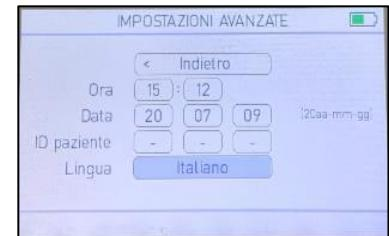

Figure 45. Paramètres avancés
2. Premere per accedere ad ADVANCED SETTINGS (IMPOSTAZIONI AVANZATE) (vedi fig. 45). Qui è possibile impostare l'ora, la data, l'ID del paziente e la lingua.
1. In ADVANCED SETTINGS (IMPOSTAZIONI AVANZATE) (vedi fig. 45) selezionare Time (Ora).
1. In ADVANCED SETTINGS (IMPOSTAZIONI AVANZATE) (vedi fig. 45) selezionare Date (Data).
1. In ADVANCED SETTINGS (IMPOSTAZIONI AVANZATE) (vedi fig. 45) selezionare Patient ID (ID paziente).
1. In ADVANCED SETTINGS (IMPOSTAZIONI AVANZATE) (vedi fig. 45) selezionare Language (Lingua).